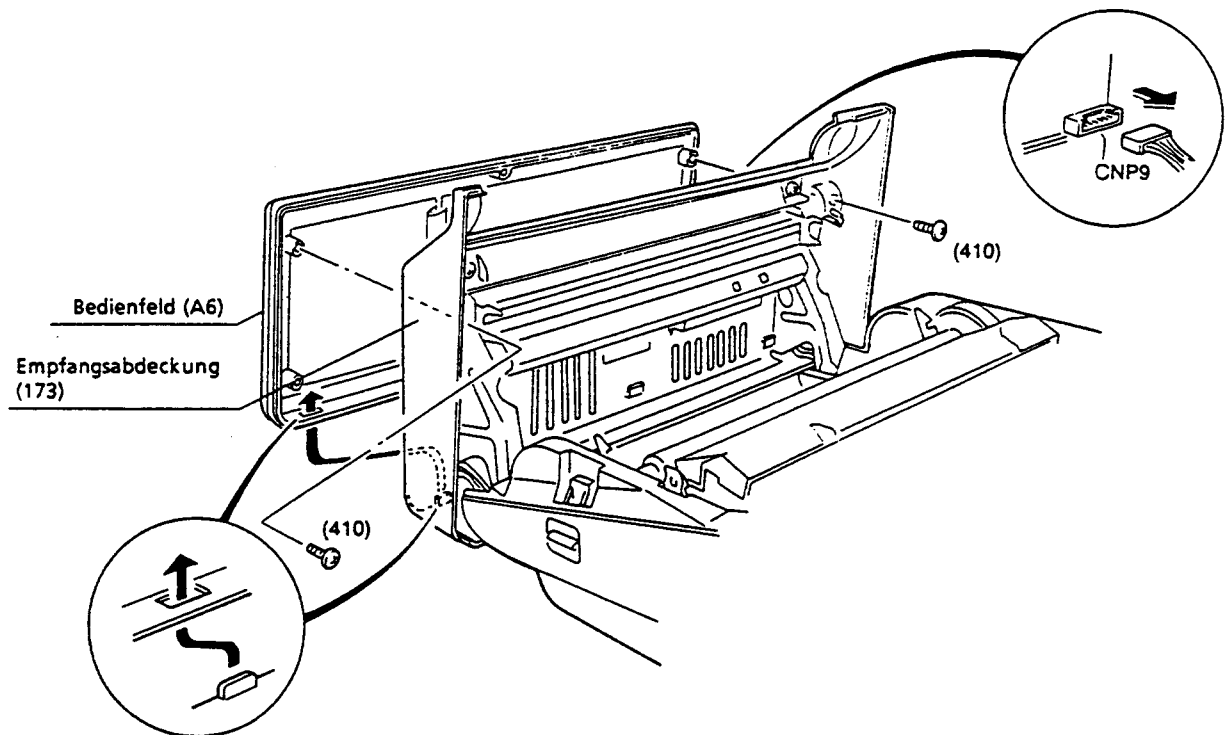

Abbildung 4.3.5
- (1) Öffnen Sie die Empfangseinheit.
- (2) Entfernen Sie die beiden Schrauben (410).
- (3) Nehmen Sie die Kabelstränge aus ihren Führungen und ziehen sie die Empfangsabdeckung (173) vom Empfangschassis (147) ab, indem Sie die drei Halter lösen.
- (4) Ziehen sie den Steckverbinder CNP9 ab.
- (5) Entfernen Sie das Bedienfeld (A6) (siehe Abbildung 4.3.5).
- (6) Der Einbau erfolgt in umgekehrter Reihenfolge.